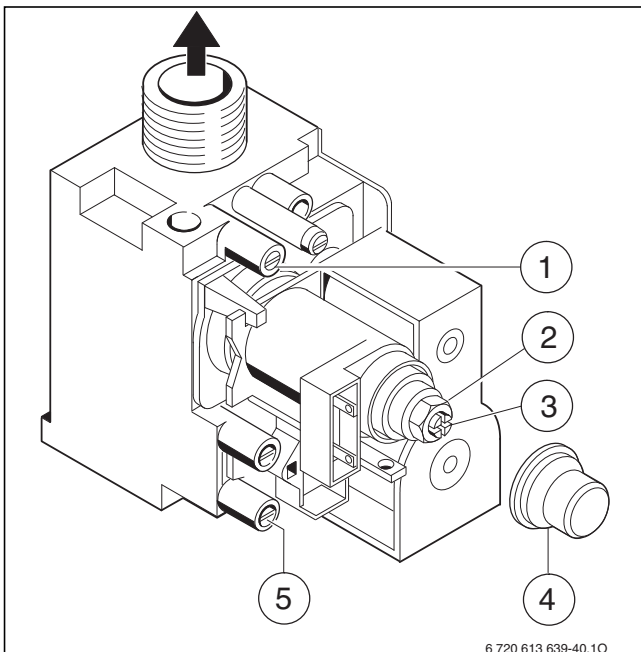

Bild 49 Gasarmatur
- ▶ Dichtschaube am Mess-Stutzen für Düsendruck (→ Bild 49, [1]) lösen und U-Rohrmanometer anschließen.
- ▶ Abdeckung (→ Bild 49, [4]) entfernen.
- ▶ Für „max“ angegebenen Düsendruck (mbar) aus Tabelle Seite 46 entnehmen. Düsendruck über Einstellschraube max. Gasmenge (→ Bild 49, [2]) einstellen. Rechtsdrehung mehr Gas, Linksdrehung weniger Gas.
- ▶ Für „min“ angegebenen Düsendruck (mbar) aus Tabelle Seite 46 entnehmen. Düsendruck über Einstellschraube min. Gasmenge (→ Bild 49, [3]) einstellen.
- ▶ Dichtschaube am Mess-Stutzen für Gas-Anschlussfließdruck (→ Bild 49, [5]) lösen und Druckmessgerät anschließen.
- ▶ Für „max“ angegebene Gasdurchflussmenge aus Tabelle Seite 46 entnehmen. Gasdurchflussmenge über Gaszähler an Einstellschraube max. Gasmenge (→ Bild 49, [2]) einstellen. Rechtsdrehung mehr Gas, Linksdrehung weniger Gas.
- ▶ Für „min“ angegebene Gasdurchflussmenge aus Tabelle Seite 46 entnehmen. Gasdurchflussmenge über Gaszähler an Einstellschraube min. Gasmenge (→ Bild 49, [3]) einstellen.